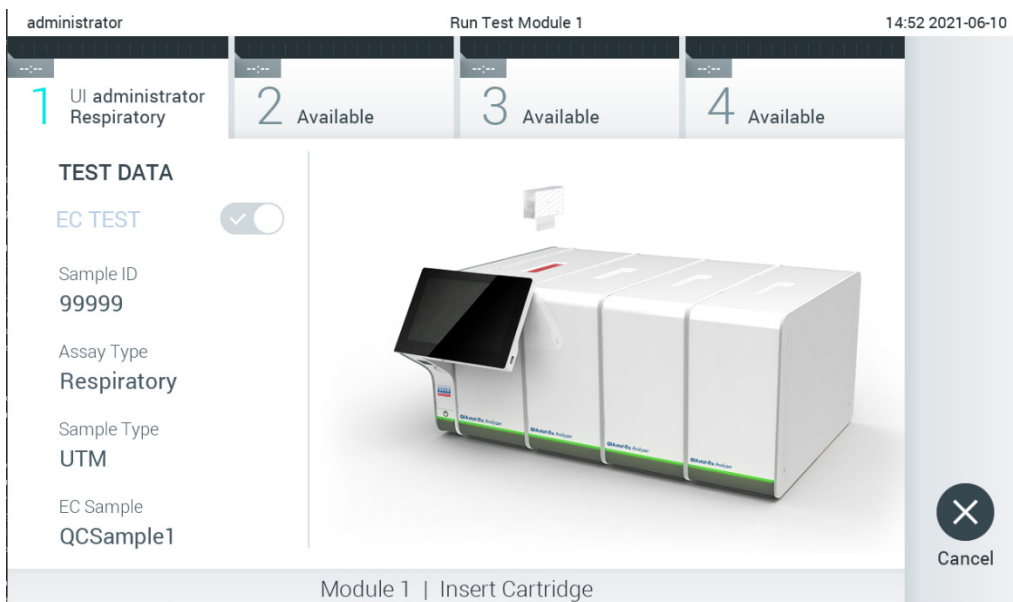

Figura 94. Inserção do cartucho de ensaio QIAstat-Dx no QIAstat-Dx Analyzer 1.0.
9. Certifique-se de que ambas as tampas de amostra da porta para esfregaço e da porta principal do cartucho de ensaio QIAstat-Dx estão firmemente fechadas. Quando a porta de entrada de cartuchos na parte superior do QIAstat-Dx Analyzer 1.0 abrir automaticamente, introduza o cartucho de ensaio QIAstat-Dx com o código de barras voltado para a esquerda e as câmaras de reação voltadas para baixo (Figura 94).